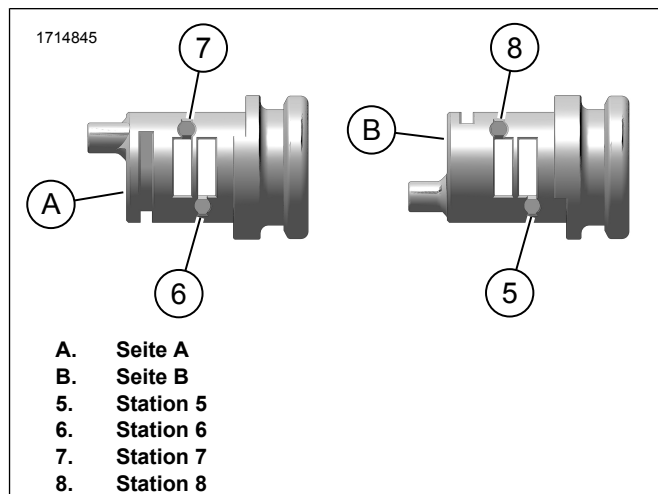

Abbildung 6. Feder und Zuhaltung
4. Siehe Abbildung 6. Die Federn in die Löcher der Stationen 6 und 7 auf Seite A des Schlosses einsetzen.